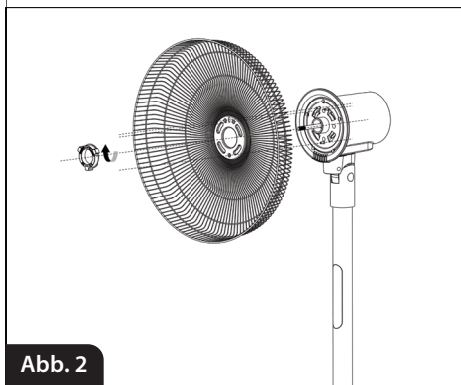
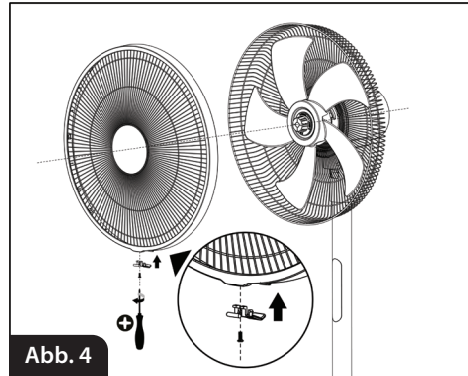

Abb. 2
Abb. 4
4. Das hintere Netzgehäuse (5) des Propellers am Motorbolzen befestigen und die Schutzmutter (4) des hinteren Netzgehäuses festschrauben. Vergewissern Sie sich, dass die Komponenten korrekt montiert sind (Bild 2).
5. Anschließend den Propeller sorgfältig auf der Antriebswelle (3) anbringen und den Schutzverschluss des Propellers (2) entgegen des Uhrzeigersinns zuschrauben.
6. Das vordere Propellergeflechtgehäuse mit der Felge (1) so montieren, dass es auf das hintere Propellergeflechtgehäuse (5) passt (Abb.4).
7. Verdrehen Sie die Propellergeflechtgehäuse mithilfe einer Kunststoffverriegelung mit einer Befestigungsschraube (6) zusammen (Abb.4)